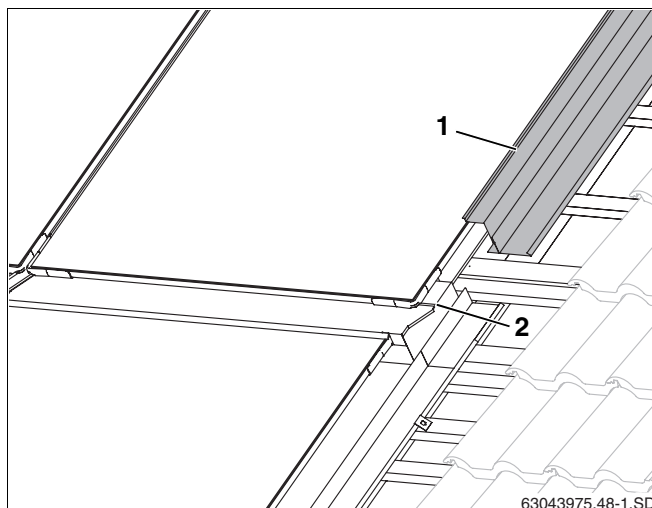

Рис. 55 Верхний правый накладной лист
- Верхние боковые накладные листы (рис. 55, поз. 1) смонтировать так же, как нижние (глава 10.2 "Боковые накладные листы").
- Сдвиньте боковые накладные листы на фальц среднего накладного листа (рис. 55, поз. 2).